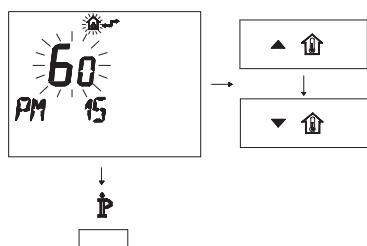

Figura 5.26
- Modifique el punto de consigna programado mediante los botones o hasta que aparezca un **valor de 60**. Espere a que el número programado comience a parpadear (Figura 5.26).